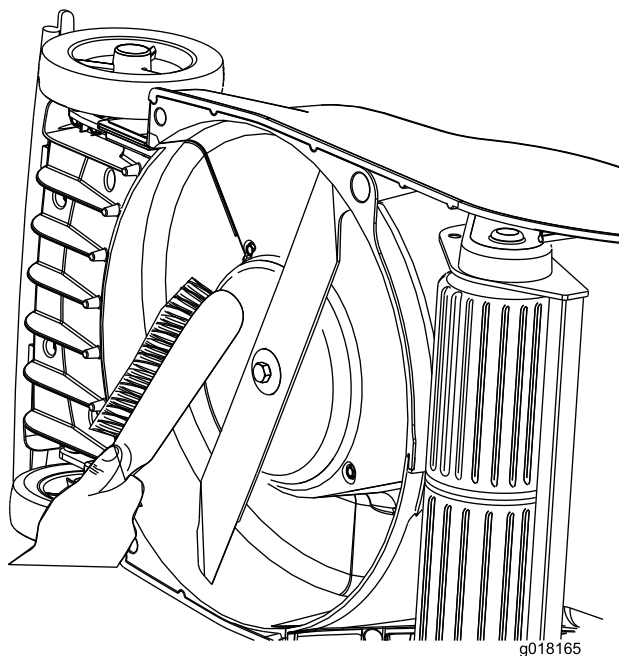

Bild 28
- Entfernen Sie Grasrückstände sofort nach der Verwendung von der Ober- und Unterseite des Mähwerkgehäuses (Bild 28).